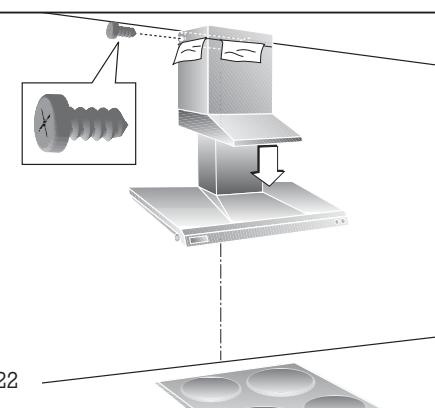

Fig. 22
- Spingete il terminale in basso nella sua posizione finale (Fig. 22).